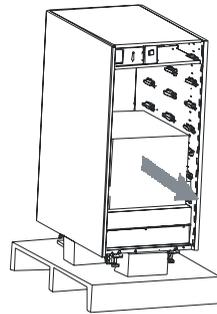

Abb. 3
3. Entfernen Sie die untere Baugruppe und den Schaumstoff aus dem Rahmen (siehe Abb. 3);